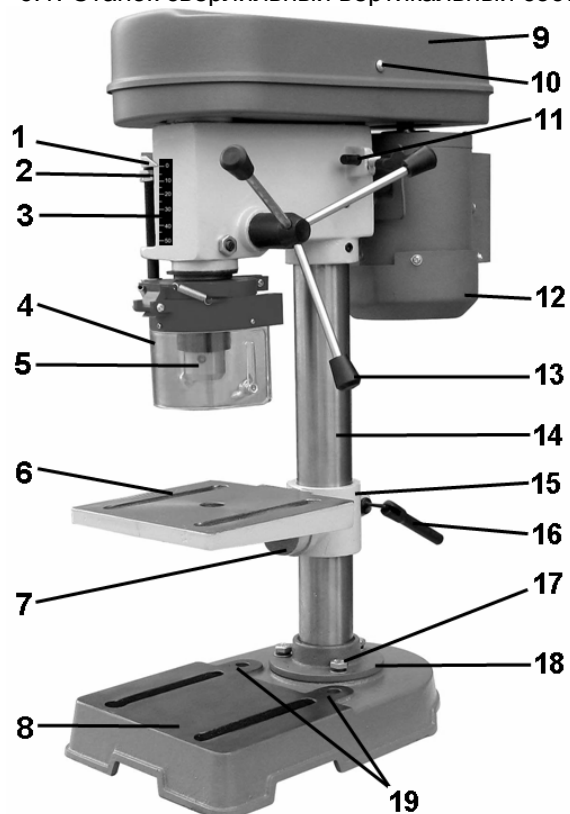

Рис. 2
6.1. Станок сверлильный вертикальный состоит из следующих сборочных единиц и деталей, Рис.2,3:
Перед использованием станка, его необходимо закрепить на ровной поверхности верстака (рабочего стола) при помощи двух резьбовых соединений (не комплектуются) через отверстия (19) в основании (8), Рис.2. Обязательно используйте при креплении плоскую и пружинную шайбы на каждый болт (не комплектуются).
9.1. Установите на ровную прочную поверхность верстака основание (8) станка, Рис.2.
9.2. Установите на основание (8) колонну (14), Рис.2 и закрепите опору (18) колоны (14) тремя прилагаемыми болтами (17), Рис.2 .
9.3. Установите рабочий стол (6) на колонне (14), положение зажимной муфты (15) закрепите ручкой фиксации (16), Рис.2.
9.5. Установите ручки подачи (13), Рис.2,4.
9.7. Установите сверлильный патрон (5), Рис.2, на шпиндель станка, (предварительно необходимо удалить с его поверхности смазку, а также очистить от смазки внутреннюю посадочную поверхность сверлильного патрона (5), Рис.2). Закрепите сверлильный патрон (5), Рис.2, на шпинделе легким ударом через деревянный брусок, кулачки сверлильного патрона (5) при этом должны быть сведены.